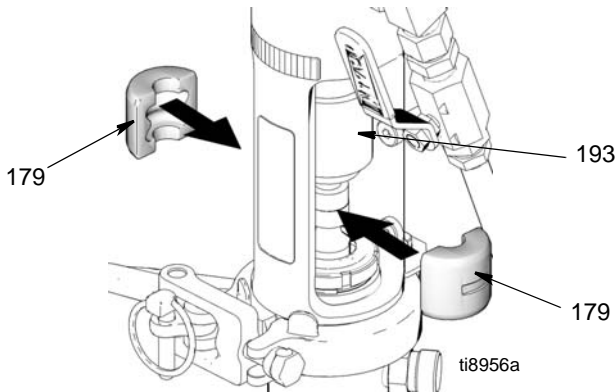

图 24
5. (图 24) 将耦合器盖 (193) 向上推, 露出泵活塞柱。将连杆耦合器装在连杆上 (179)。